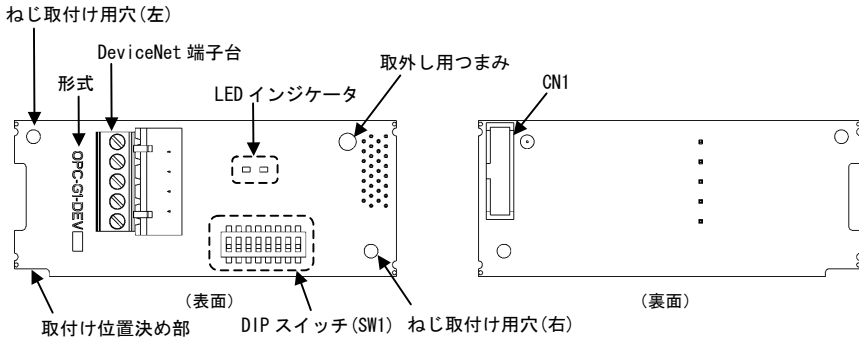

図 2.1 DeviceNet 通信カードの各部の名称
- (1) 通信カード、ねじ (M3×8: 2本)、取扱説明書(本書)が入っていることを確認してください。
- (2) 通信カード上の部品の異常、凹み、反りなど輸送時での破損がないことを確認してください。
- (3) 通信カード上に形式『OPC-G1-DEV』が印刷されていることを確認してください。(図 2.1 参照)
DeviceNet 通信カードの各部の名称を図 2.1 に示します。
- (2) 通信カードの裏面 (図 2.1) の CN1 を、インバータ本体の制御プリント基板の A-port (CN4)、B-port (CN5)、C-port (CN6) のいずれか 1 箇所へ差し込み、付属ねじで固定してください。(図 3.3)
注意 通信カードの取付け位置決め部 (図 2.1) がツメ (図 3.2 ①) にセットされ、CN1 (図 3.2 ②) が確実に差し込まれていることを確認してください。図 3.3 は取付け完了を示します。
- (3) 通信カードの配線を行います。